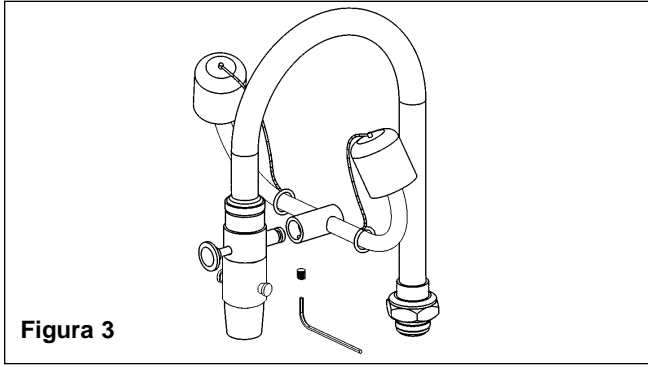

Figura 3
1. Retire el tornillo Allen del cuerpo del lavador de ojos usando la llave Allen que se incluye (vea Figura 3).